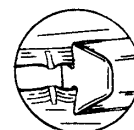

Fig. 3
10. För slitlisterna ut mot ändbeslagen och lås dem genom att stuka spårets kanter. Det går utmärkt med en skruvmejsel (fig. 3).